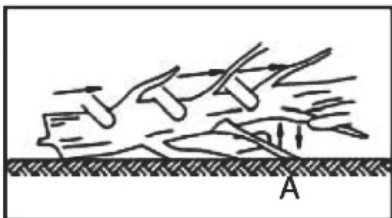

Abb.3
Beim Entasten eines Baumes werden die Äste von einem umgestürzten Baum entfernt. Entfernen Sie stützende Äste (A) erst, nachdem der Stamm in Längen geschnitten wurde (Abb. 3). Äste, die unter Spannung stehen, sollten von unten nach oben geschnitten werden, um ein Verklemmen der Kettensäge zu vermeiden.